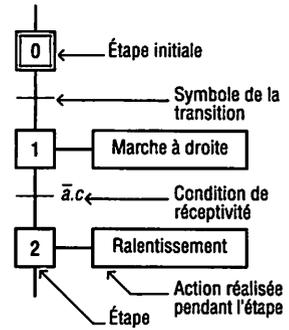

Fig. 6 : Représentation des étapes et transitions dans un GRAFCET.
a) Étape - Transition (fig. 6)